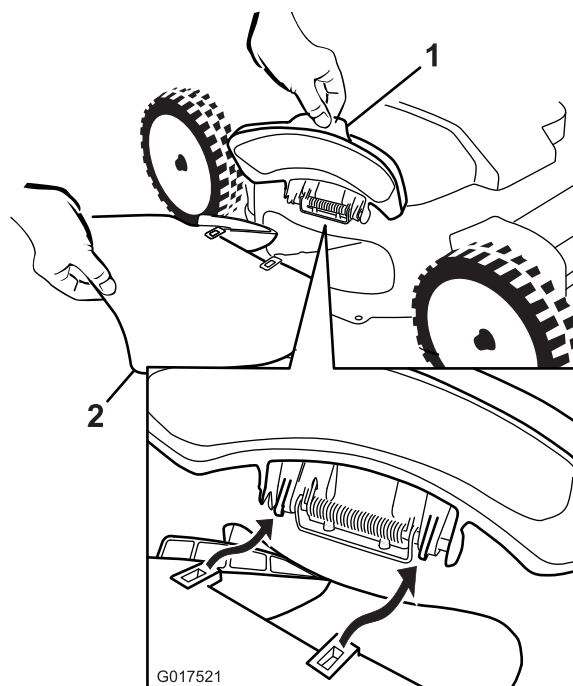
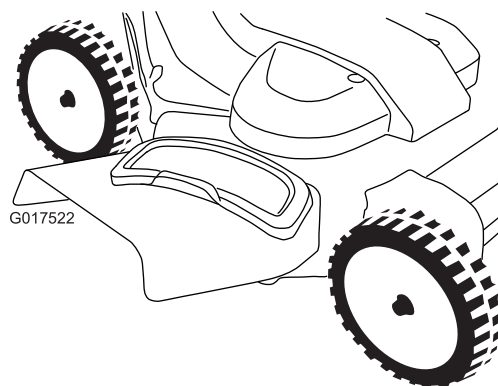

Figura 29
Figura 30
2. Instale el conducto de descarga lateral según se muestra en Figura 29 y Figura 30, y cierre el deflector sobre el conducto.
1. Levante el deflector de descarga lateral (Figura 29).